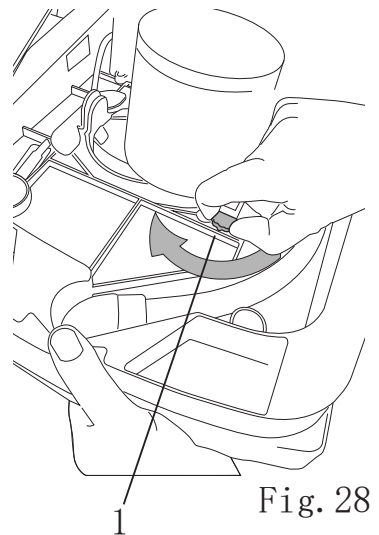

Fig. 28
机器利用洗地刷与地面之间的摩擦产生一股向前的力来驱动前进。通过旋钮可以改变牵引力大小（图28，编号1），旋钮分为两部分，一个是绿色，一个是黄色：
- 用一只手将地刷/马达推向高处，另一只手将把手（图28，编号1）转向所需方向。